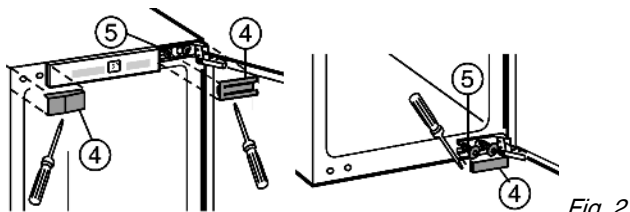

Fig. 2
- Staccare gli elementi di copertura Fig. 2 (4).
- Allentare solo le viti di fissaggio Fig. 2 (5).
- Spostare in alto e in basso le viti di fissaggio Fig. 2 (5) sul lato opposto.
- Incardinare la porta dell'apparecchio nelle viti di fissaggio premontate Fig. 2 (5).
- Serrare fermamente le viti di fissaggio Fig. 2 (5) a min. 4 Nm.
- Rimontare gli elementi di copertura Fig. 2 (4).